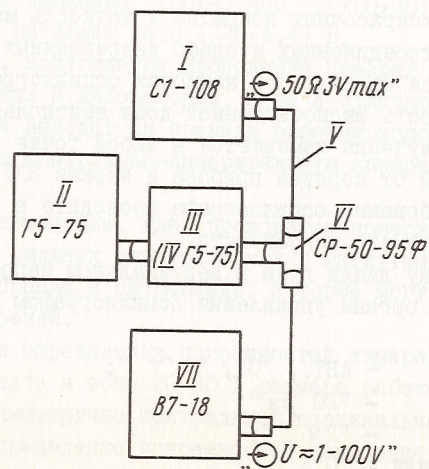

Рис.33. Схема соединения приборов для проверки погрешности коэффициента отклонения и погрешности измерения напряжения:
12.4.5. Основную погрешность коэффициентов отклонения определите по схеме, приведенной на рис.33.
Для проверки используйте схему соединения приборов, приведенную на рис.33.